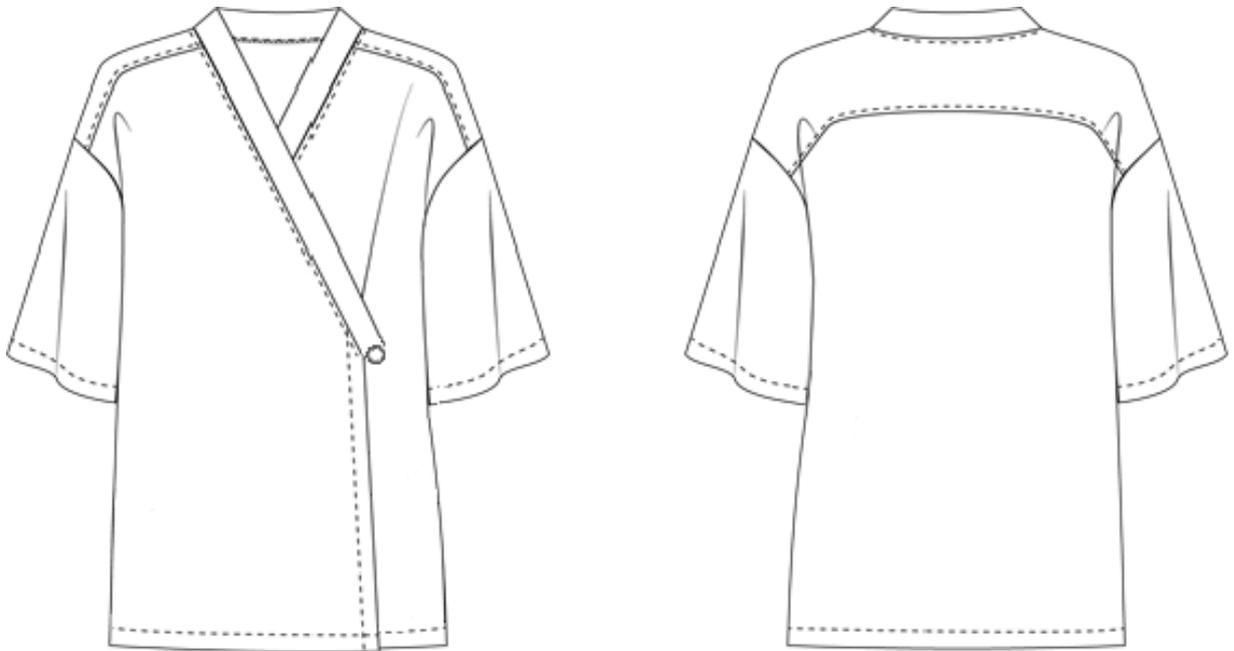

Рисунок 2 – Технический рисунок женской блузы.
### Технологическая последовательность изготовления блузы (рисунок 2).
**Спецификация основных и прокладочных деталей кроя женской блузы (рисунок 2).**